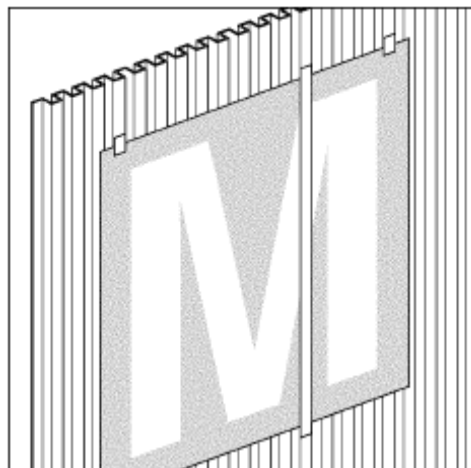

Рисунок 29. Метод вертикального закрепления
1. При наклеивании графических изделий следует использовать метод вертикального закрепления, описанный в Информационном справочнике № 5.5. См. Рис. 29.